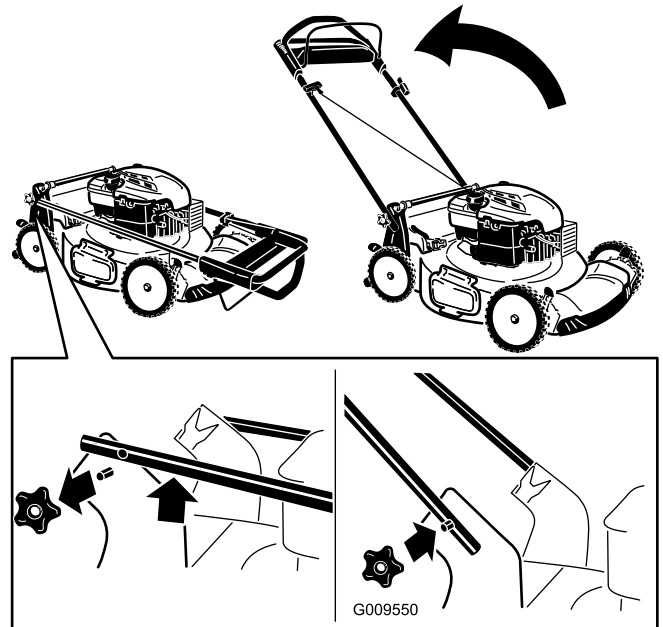

Рисунок 4
1. Снимите круглые рукоятки с корпуса газонокосилки (Рисунок 4).
3. Установите и затяните круглые рукоятки, снятые на этапе 1 (Рисунок 4).